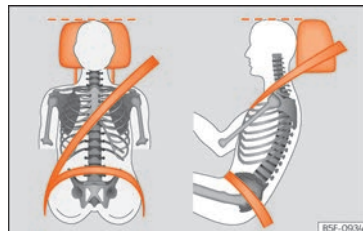

Fig. 4 Nastro della cintura e poggiatesta posizionati correttamente.
- Regolare il poggiatesta portando il suo bordo superiore alla stessa altezza della parte superiore della testa, in nessun caso mai sotto l'altezza degli occhi. Tenere la nuca quanto più vicino possibile al poggiatesta » fig. 4.